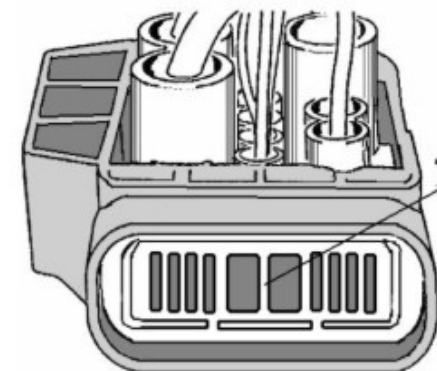

Bild 3.
14. Lås upp kabelsatskontakt X26 och franskilj den (*bild 3*).
- Avlägsna spärren (1).